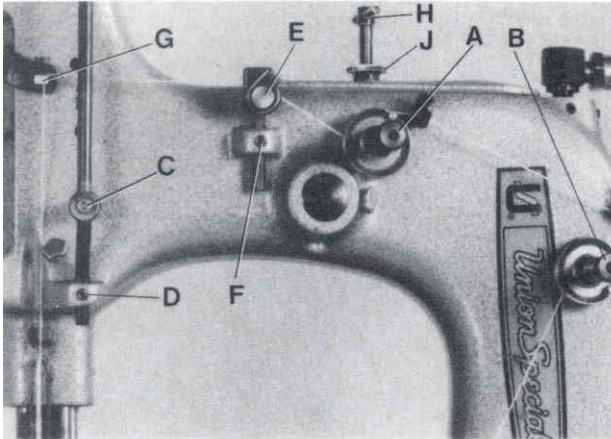

Fig.10
Rotate the pulley until the feed dog is below the throat plate. Remove the face cover left on machine arm and turn out the T-screw (H, Fig. 10) on the top of the machine arm, until it does not exert any pressure on the leaf springs. In this position, the pressure exerted on the presser foot, should be just strong enough to keep it flat on the throat plate. By relocating the collars (A, Fig. 9), which serve as a leaf spring rest, on the left and right presser bar, the pressure can be changed. Raising the collars increases the pressure, lowering the collars decreases the pressure.
Now turn in T-screw (H, Fig. 10) until the necessary presser foot pressure for proper feeding is exerted (determine by sewing tests). Secure this setting with the knurled nut (J), which simultaneously fastens the upper arm cover. Remount the face cover.
The tension (A, Fig. 10) on the needle thread should be fairly strong to produce uniform stitches. On the two thread double locked stitch styles the tension (B) on the looper thread should be barely sufficient to steady it.
Drehen Sie an der Riemenscheibe bis der Transporteur unter der Stichplatte steht. Entfernen Sie den Stirndeckel links am Maschinenarm und drehen Sie die Knebelschraube (H, Fig. 10) oben auf dem Maschinenarm soweit heraus, daß sie nicht mehr auf die Blattfedern drückt. In dieser Stellung soll der Druck auf den Drückfuß gerade noch so stark sein, daß er auf der Stichplatte aufliegt. Durch Verstellen der als Blattfederauflage dienenden Stellringe (A, Fig. 9) auf der linken und rechten Drückfußstange kann der Druck verändert werden. Verstellen der Stellringe nach oben verstärkt, verstellen nach unten verringert den Druck.
Nun drehen Sie die Knebelschraube (H, Fig. 10) soweit ein, daß der zum einwandfreien Transport notwendige Drückfußdruck erzeugt wird (durch Nähversuche ermitteln). Sichern Sie diese Einstellung mit der Rändel-Kontermutter (J), mit der gleichzeitig der obere Armdeckel befestigt wird. Montieren Sie den Stirndeckel wieder.
Die Spannung (A, Fig. 10) auf den Nadelfaden soll so stark sein, daß eine gleichmäßige Stichbildung erreicht wird. Bei den Zweifaden-Doppelkettenstichmaschinen soll die Spannung (B) auf den Greiferfaden ganz gering sein, so daß der Faden gleichmäßig gleitet.
On the two thread double locked stitch styles 80800C, E, H and HA, the height of the needle thread take-up roller (C, Fig. 10) is set so that the needle thread on the downstroke of the needle just contacts the roll at the time the needle thread loop is released from the looper. Loosen screw (D) and set the needle thread take-up roller accordingly. Retighten screw (D).
On all styles the eyelet (E, Fig. 10) should be positioned so, that the needle thread runs nearly horizontal, parallel to cloth plate, between eyelet (G) on needle bar connection and eyelet (E) on machine arm, when the needle is in its upmost position. Eyelet (E) is secured by screw (F).
Bei den Zweifaden-Doppelkettenstichmaschinen 80800C, E, H und HA wird die Höhe der Nadelfadenabzugsrolle (C, Fig. 10) so eingestellt, daß der Nadelfaden beim Niedergehen der Nadel die Rolle zu dem Zeitpunkt gerade berührt, wenn die Nadelfadenschlinge vom Greifer freigegeben wird. Lösen Sie die Schraube (D) und stellen Sie die Nadelfadenabzugsrolle (C) entsprechend ein. Ziehen Sie die Schraube (D) wieder an.
Bei allen Maschinen wird die Fadenführung (E, Fig. 10) so eingestellt, daß der Nadelfaden zwischen der Fadenführung (G) am Nadelstangenmitnehmer und der Fadenführung (E) am Maschinenarm etwa waagrecht, parallel zur Stoffplatte verläuft, wenn die Nadel in der obersten Stellung ist. Die Fadenführung (E) wird mit der Schraube (F) befestigt.